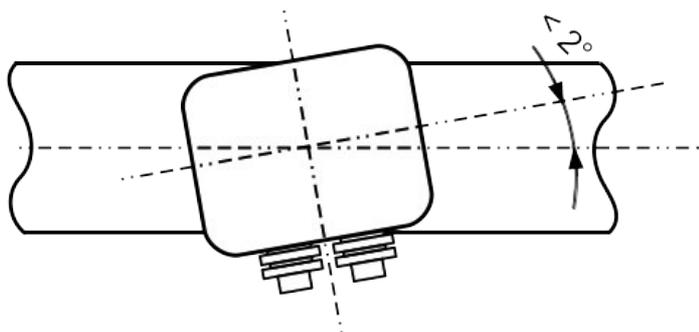

图 1
9. 借助方向对准工具，确保实际的气体流向与箭头方向一致。角度偏差不应大于 $\pm 2^\circ$ （查看下页图 1）。